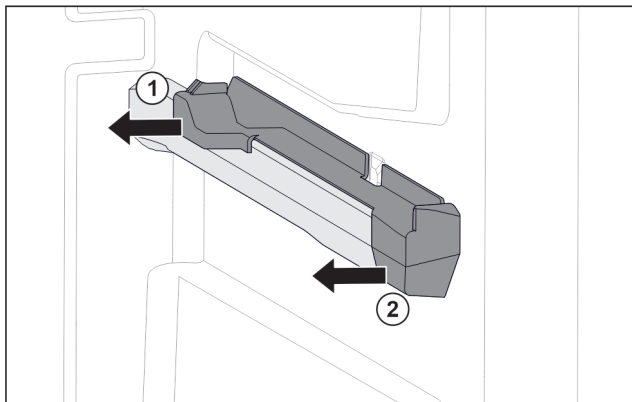

Fig. 55 Вставная часть на правом контейнерном ребре
- ▶ Отодвиньте вставную часть сзади в сторону. Fig. 55 (1)
- ▶ Отодвиньте вставную часть спереди в сторону. Fig. 55 (2)